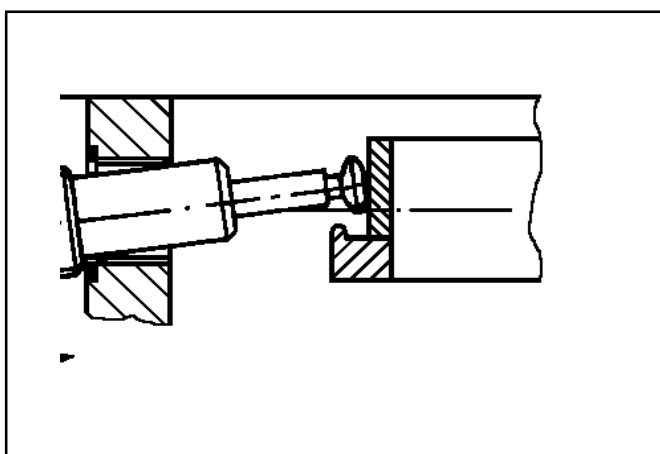

Fig. 5 – Introduire l'élément de pompe
- \* Diriger l'élément vers le haut (voir fig. 5) et ensuite retirer le piston d'alimentation posé dans la rainure de l'anneau d'excentrique.
- \* Dévisser le(s) clapet(s) anti-retour (pos. 1) à l'aide de la clé plate (ouverture de clé : 24).
- \* Retirer aussi l'élément borgne (pos. 2, version V1, F1).
- \* Dévisser le cylindre de pompe avec le piston d'alimentation (pos. 3) en procédant avec précaution.
- \* Diriger l'élément de pompe vers le haut (voir fig. 5) et retirer le piston d'alimentation de la rainure de l'anneau d'excentrique.